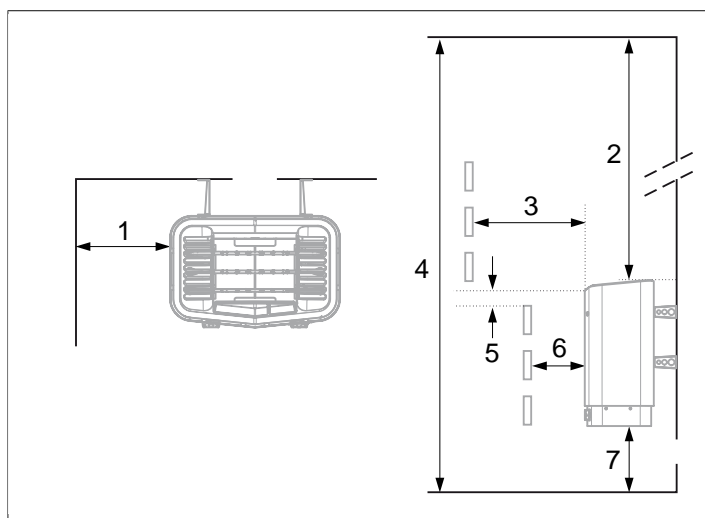

Fig 2: Placering av bastuaggregatet - normalmontage
- på säkert avstånd till golvet, sidoväggar och inredning (se **Fig 2**, sidan 2).